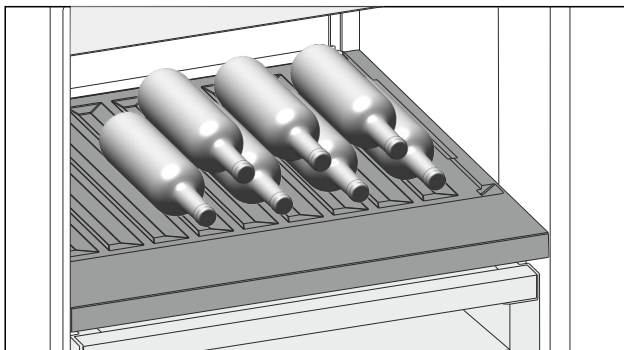

Fig. 121
- Flaschen mit dem Boden nach hinten zur Rückwand einlegen. (siehe Fig. 121)